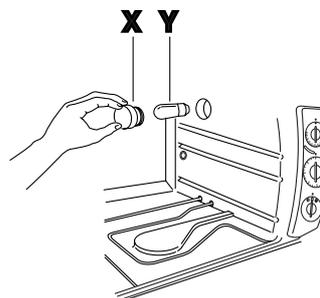

fig. 13
- svitare il vetro di protezione (X) svitandolo in senso antiorario e sostituire la lampada (Y) con un'altra simile. (vedi fig. 13). Riavvitare il vetro di protezione (X).